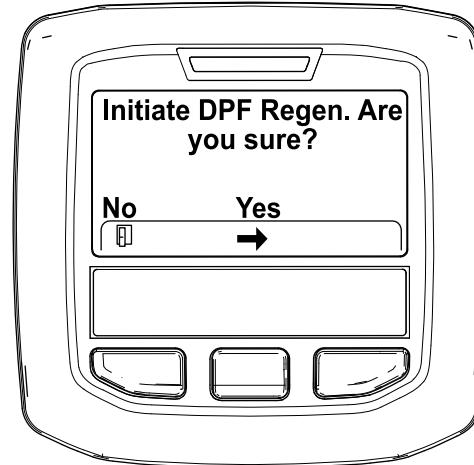

Figura 31
4. Cuando aparezca el mensaje "Initiate DPF Regen. Are you sure?" (Iniciar regeneración de DPF, ¿está seguro), pulse el botón central (Figura 31).